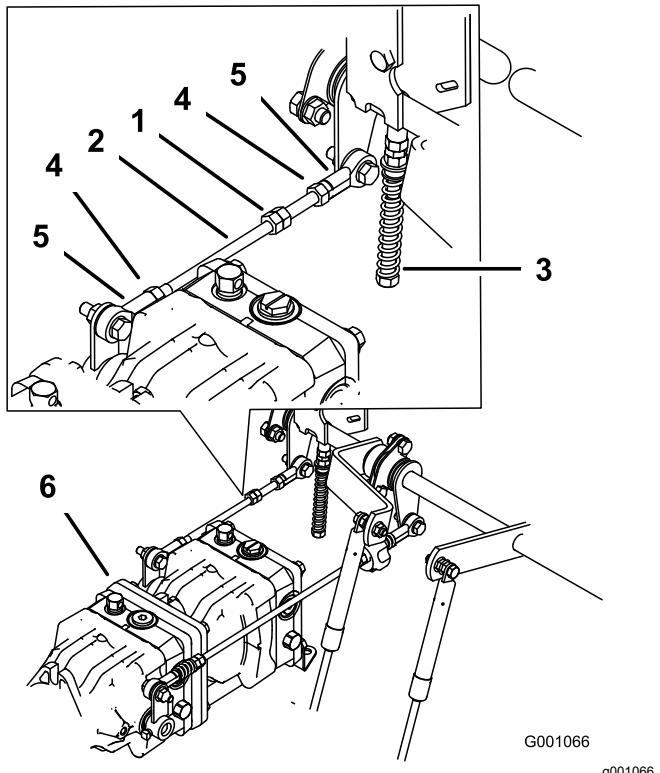

Bild 96
1. Lockern Sie die Sicherungsmuttern an den Kugelgelenken der Pumpsteuerungsstange (Bild 96).
3. Stellen Sie die Länge der Pumpstange ein, indem Sie die Doppelmuttern an der Stange so weit in die entsprechende Richtung drehen, bis das Rad stillsteht oder sich leicht zurückdreht (Bild 96).
6. Ziehen Sie die Klemmmuttern an den Kugelgelenken fest (Bild 96).